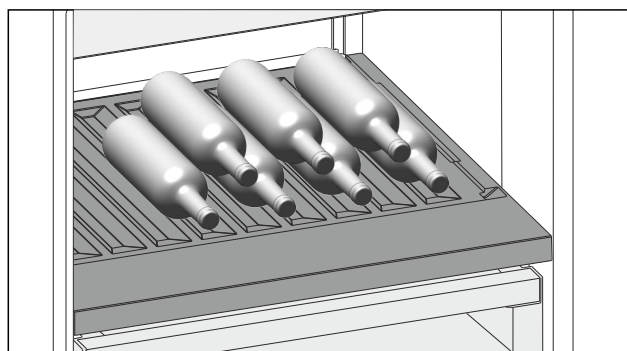

Fig. 119
- ▶ A palackokat az aljukkal hátrafele helyezze a hátfalhoz. (lásd Fig. 119)